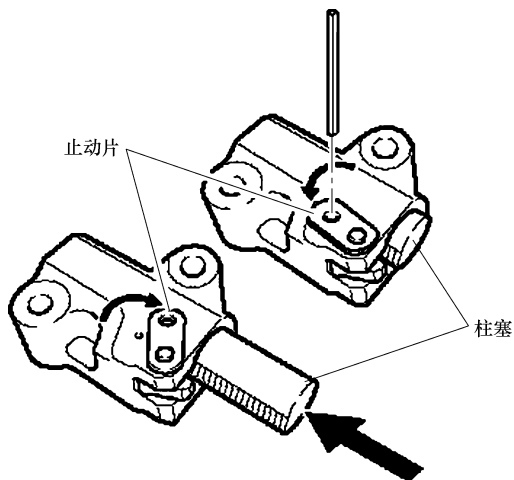
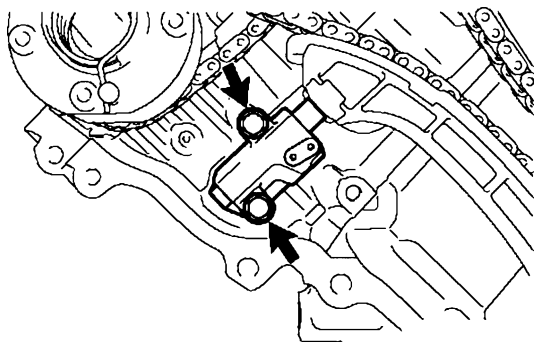

图 24-55 止动片和柱塞识别
图 24-56 安装正时链条张紧器
- ① 按照图 24-55 所示，向上推动止动片，解除锁定，把柱塞压入正时链条张紧器中。
- ② 向下移动止动片，使其恢复锁定状态，然后把一根六角扳手插入止动片的孔中。
- ③ 按照图 24-56 所示，安装正时链条张紧器并将 2 个螺栓紧固至 $10\text{N} \cdot \text{m}$ 。